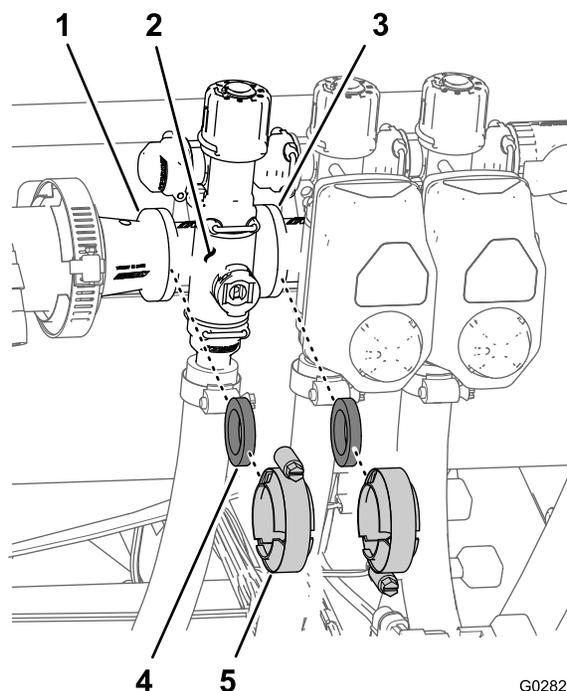

Figura 108
1. Rimuovete i morsetti e le guarnizioni che fissano il collettore della valvola di sezione (Figura 108) alla valvola di sezione adiacente (se a sinistra, valvola di sezione e giunto del riduttore).